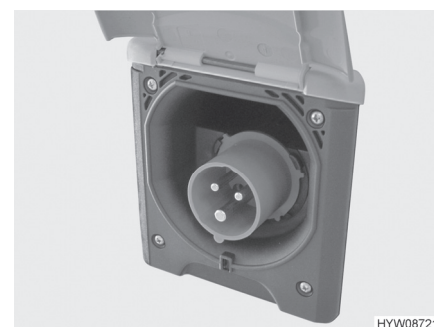

Fig. 52 Raccordement 230 V sur le véhicule (prise de courant CEE)
- Ouvrir le recouvrement du raccordement 230 V sur le véhicule (Fig. 52) et brancher le connecteur à fiche. Veiller à ce que le tenon d'enclenchement du couvercle rabattable tendu par un ressort soit enclenché.